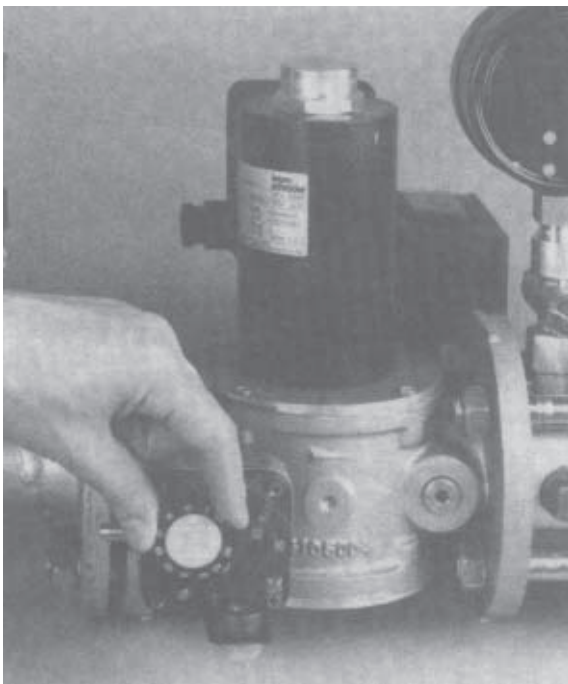

Fig. 11
8.5.1 Gasdruckwächter (Fig. 11)